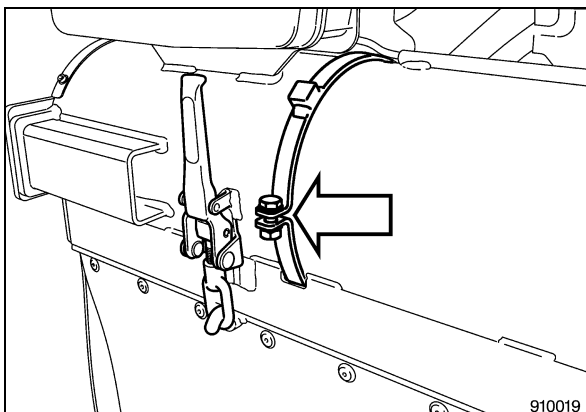

Bild 19
- Zur Verstellung der Schiebekulisse die Haltebänder (Bild 19) lösen und die Kulisse durch Drehen am Halteband öffnen bzw. schließen.